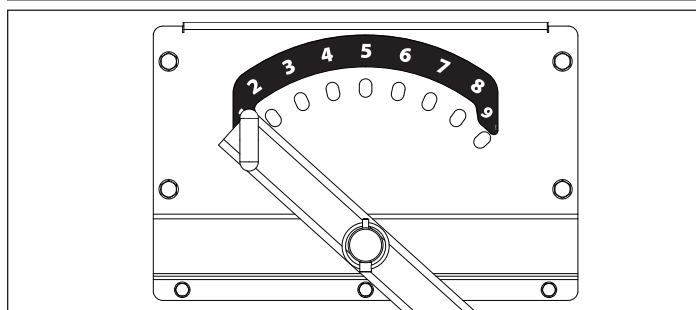

FIGURE 8 : GUIDE DE POSITION LATÉRALE DE LA BARRE D'ATTELAGE
- b. Placer la barre d'attelage au-dessus du trou de décalage latéral souhaité sur le plateau d'angle du carter. **VOIR FIGURE 8 ET TABLE 1**